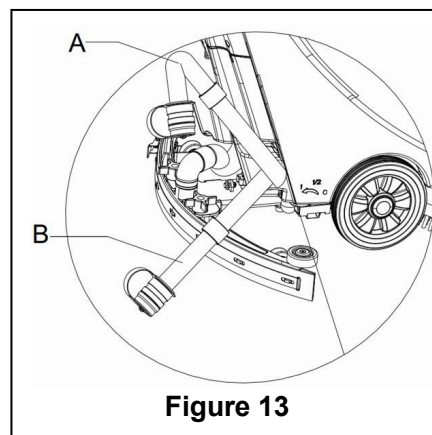

Figure 13
2. En utilisant la poignée de la raclette (14), soulevez la raclette.
4. Saisissez le guidon (2) et inclinez légèrement la machine vers l'arrière jusqu'à ce que la roue de guidage touche le sol. (Pour arrimer la machine, veuillez consulter les procédures de la partie arrêt de la machine.)
5. Retirez le tuyau de vidange du clip de fixation, pliez l'extrémité supérieure du tuyau de vidange (comme indiqué en **A**, Figure 13) puis ouvrez le bouchon du tuyau de vidange et abaissez le tuyau de vidange en position basse ou au sol pour vidanger l'eau. Vous pouvez également placer directement le tuyau de vidange en position basse ou au sol pour que la sortie d'eau soit orientée vers le bas (comme indiqué en **B**, Figure 13) puis tournez pour ouvrir le bouchon de vidange d'eau afin d'évacuer les eaux usées du réservoir. Une
Lors de la vidange des eaux usées, le flexible d'aspiration pour les déchets doit être plié ou abaissé à une position plus basse (comme représenté dans la Figure 13 A ou B) puis ouvrez le bouchon du flexible d'aspiration afin de vidanger l'eau. N'orientez pas la sortie du flexible d'aspiration pour les déchets vers le haut pour vidanger l'eau verticalement. Ceci afin d'éviter que les eaux usées se déversent sur l'opérateur.